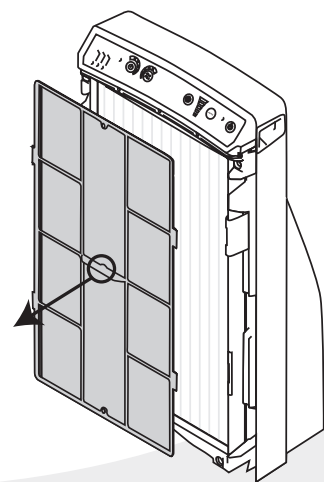

FIG. 19
3. **Estire** el saliente del centro para quitar el pre-filtro del filtro HEPA (Fig. 19). **NOTA: Tire el saliente suavemente para reducir el esparcimiento del polvo acumulado.**